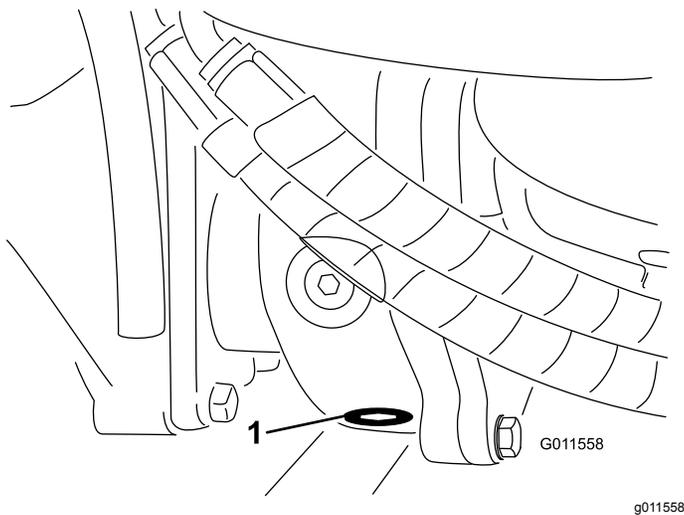

Рисунок 94
5. Очистите область вокруг пробки сливного отверстия в нижней части редуктора (Рисунок 94).